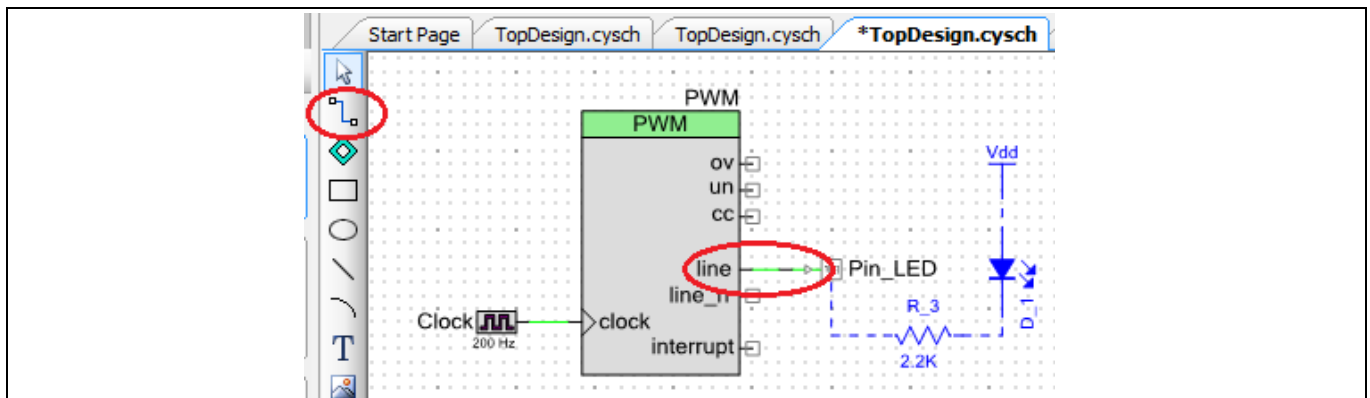

Figure 6 ピン接続
6. ピンコンポーネントに対しては、それらのパラメータを初期値のままにします。**Figure 6** に示すように、配線を使用して PWM コンポーネントの「line」端子にピンを接続します。